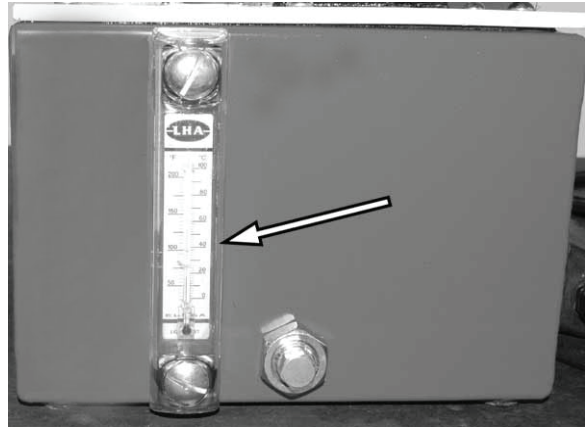

Figura 55.
2. Vedere la Figura 55. Rimuovere le due viti e il termometro.